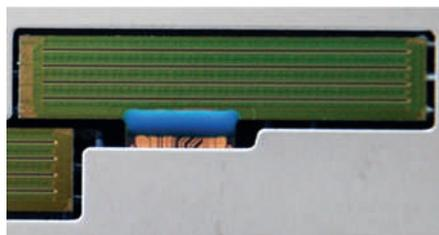

Figura 5: Detalle de un molde HP Thermal Inkjet
- La Figura 5 muestra una vista de cerca de un molde y del situado al lado. Cada molde posee 1.056 inyectores para cada uno de los cuatro colores, en total 4.224 inyectores por molde y 42.240 inyectores en el cabezal de impresión.
- La matriz de inyectores de cada tinta se forma a partir de dos columnas de generadores de gotas a cada uno de los lados de una ranura de alimentación de tinta realizada a través del molde (consulte la Figura 5). El material del polímero que forma la placa del orificio y de las cámaras de generadores de gotas es transparente, por lo que las cámaras de generadores de gotas y la superficie del molde con sus ranuras de alimentación de cuatro tintas pueden verse en la Figura 5.
Las conexiones eléctricas se realizan mediante el enlace de un circuito flexible para interconectar las almohadillas situadas a los lados de cada molde. Estos enlaces se protegen mediante el soporte (azul) de epoxi que se observa en la Figura 5. El circuito flexible lleva las señales y la corriente entre cada molde y una placa de circuitos impresos del conjunto del motor de escritura (vistas en las Figuras 3 y 4).